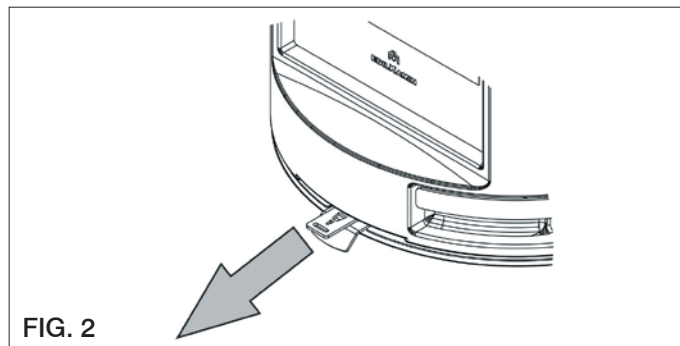

FIG. 2
- Posición Intermedia (fig. 2)